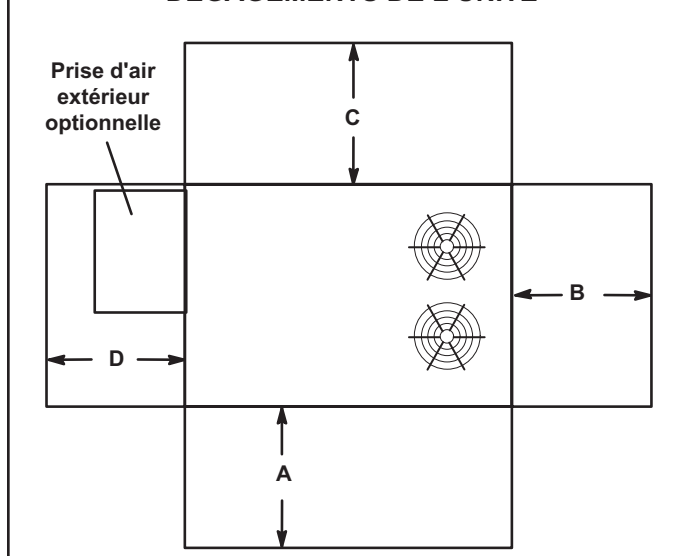

FIGURE 1
- 2 - Les dégagements d'installation spécifiés doivent être respectés lors de l'installation de l'unité. Reportez-vous à la FIGURE 1.